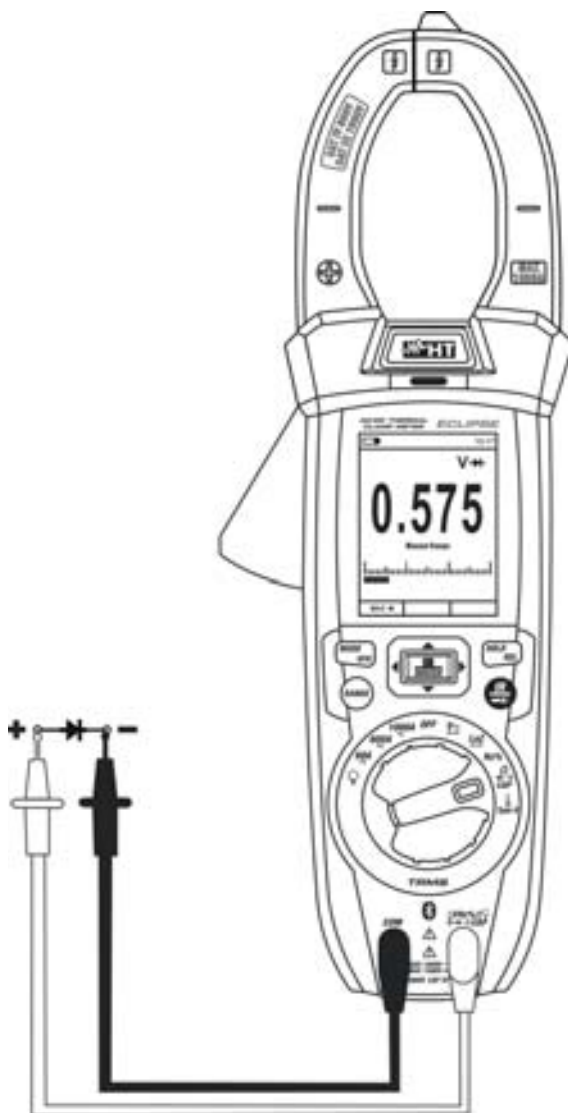

Fig. 28: Uso dello strumento per la Prova Diodi
4. Posizionare i puntali ai capi del diodo in esame (vedere Fig. 28) rispettando le polarità indicate. Il valore della tensione di soglia in polarizzazione diretta è mostrato a display
6. Se lo strumento visualizza il messaggio "**OL**" i terminali del diodo sono invertiti rispetto a quanto indicato in Fig. 28 oppure la giunzione P-N del diodo è danneggiata